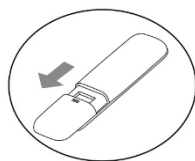

Abb.1
- Öffnen Sie das Batteriefach, indem Sie die Klappe nach außen schieben (siehe Pfeilrichtung in Abb.1).